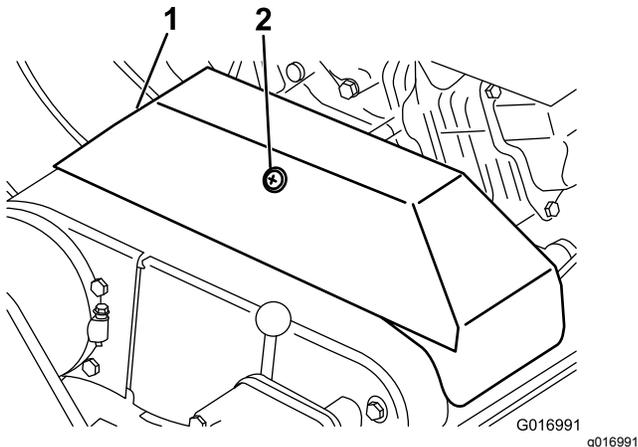

図 46
2. V ベルトカバーを固定しているリテーナをゆるめて、カバーを開ける 図 46。
2. Vベルトカバーを固定しているリテーナをゆるめて、カバーを開ける 図 46。